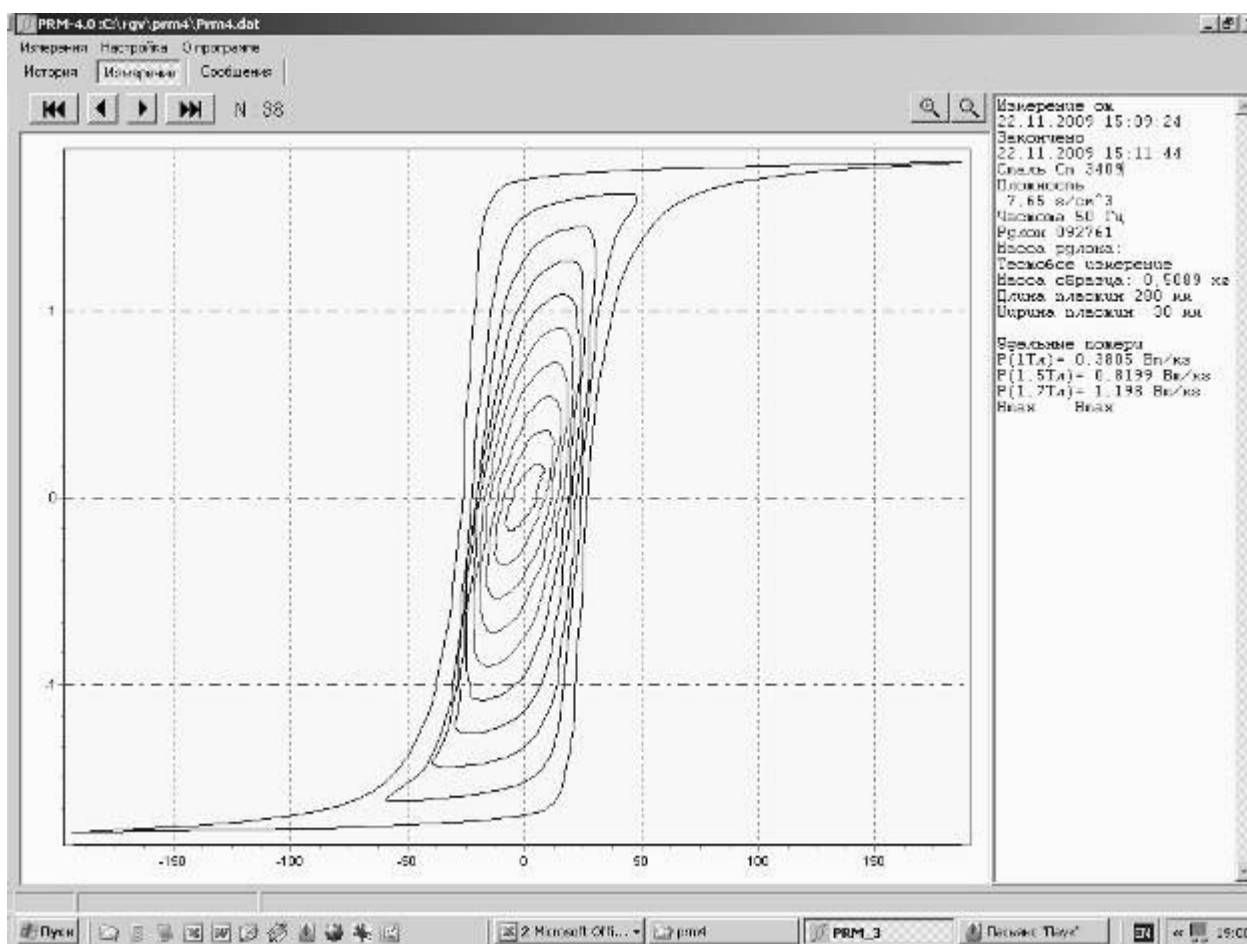

Рис.1 Основное окно
- 2.3.2.1 Работа установки начинается запуском файла "prm4.exe". На экране появится основное окно (рис.1). Если установка не присоединена к компьютеру и не включена, то появляется окно с сообщением: "Еггог Устройство не найдено".
2.3.2.21 Кнопка "Измерение" открывает основное окно (рис.1).